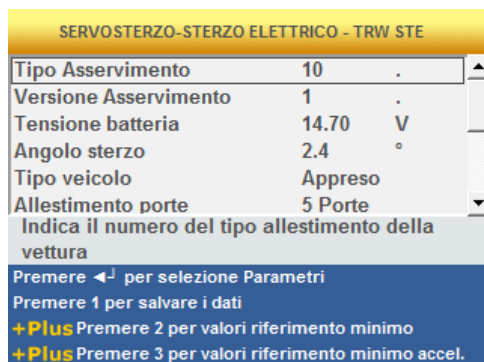

Fig..13
- d. Lo Strumento comunica col veicolo. Controllare l'icona in alto a destra che sia attiva (*A) (fig.13)
- d. The instrument communicates with the vehicle. Check that the icon, on the top RH corner, is active (*A) (fig.13).